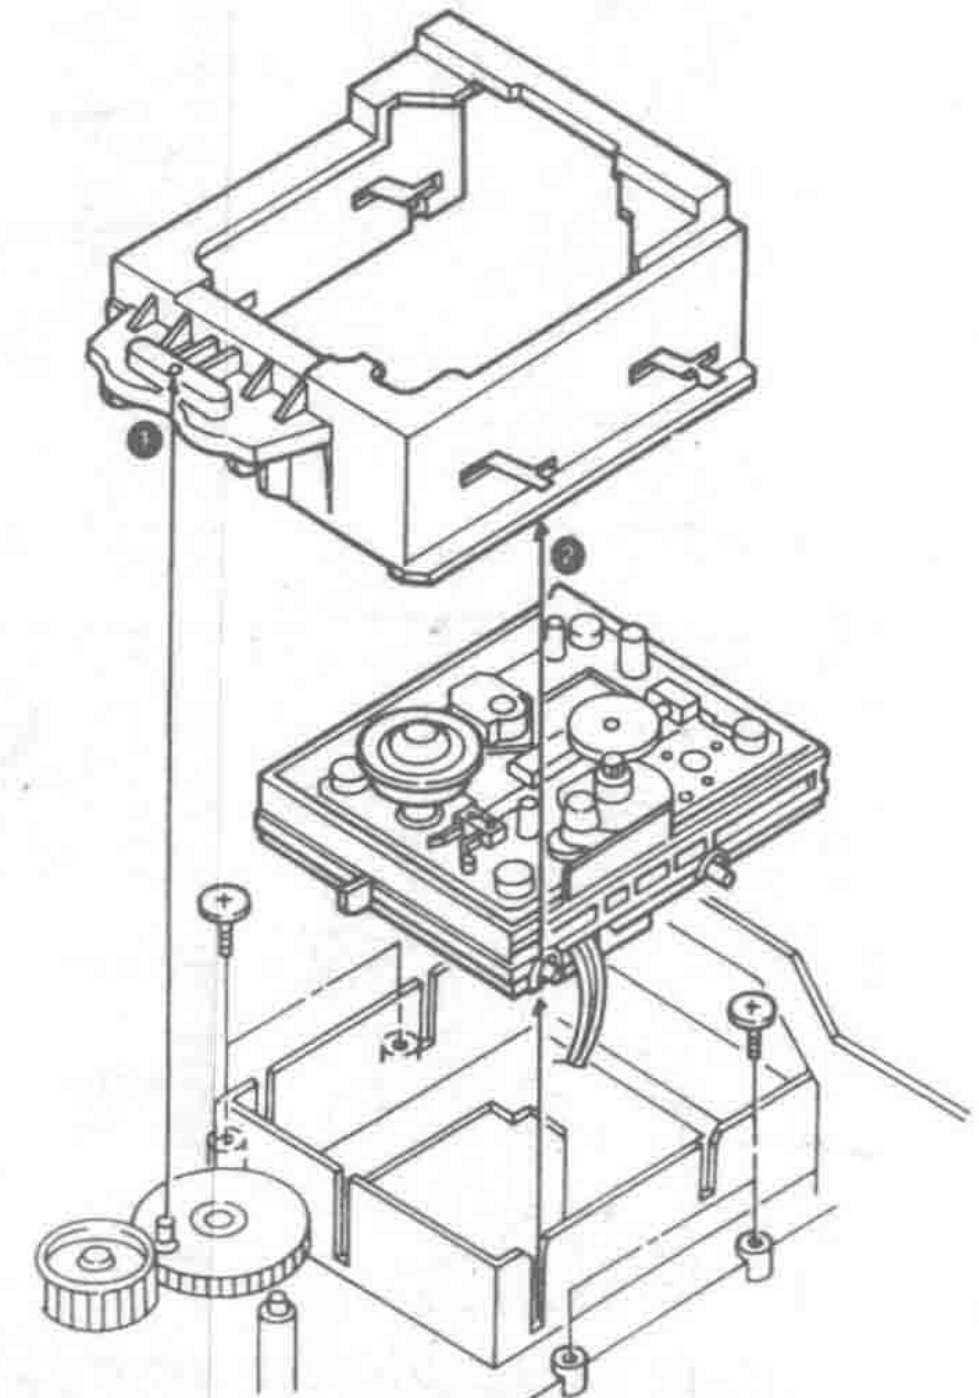

图 3
* 重新安装时,务必确信凸轮与渡越轴已调准,如图 3 的①和②所示。